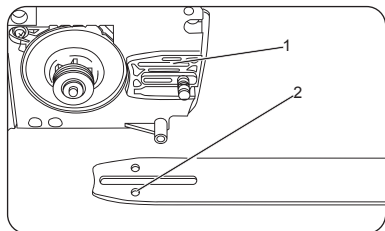

рис. 17
Для обеспечения безупречной работы масляного насоса необходимо периодически очищать маслопроводящий паз (1) и маслоподающее отверстие в шине пилы (2). (рис. 17)